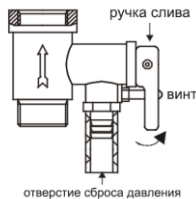

Рисунок 8
4. На входной патрубок, обозначенный голубым цветом и стрелкой направления течения воды, накрутите предохранительный клапан так, чтобы течение воды совпадало с направлением стрелки на корпусе клапана. На отверстие сброса давления предохранительного клапана (см. рисунок 8) оденьте дренажную трубку\* для отвода воды (возможно появление при нагревании) в канализацию (трубку необходимо направить строго вниз и запрещено перегибать её).
6. Чтобы слить воду из внутреннего бака, можно воспользоваться сливным отверстием (только для серии FSM8) (необходимо открутить заглушку, закрывающую сливное отверстие), также воду можно слить через предохранительный клапан (открутить сливной винт предохранительного клапана и перевести ручку слива в верхнее положение, при этом кран выхода горячей воды должен быть открыт, а кран подачи холодной воды в водонагреватель должен быть перекрыт) (см. рисунок 8).